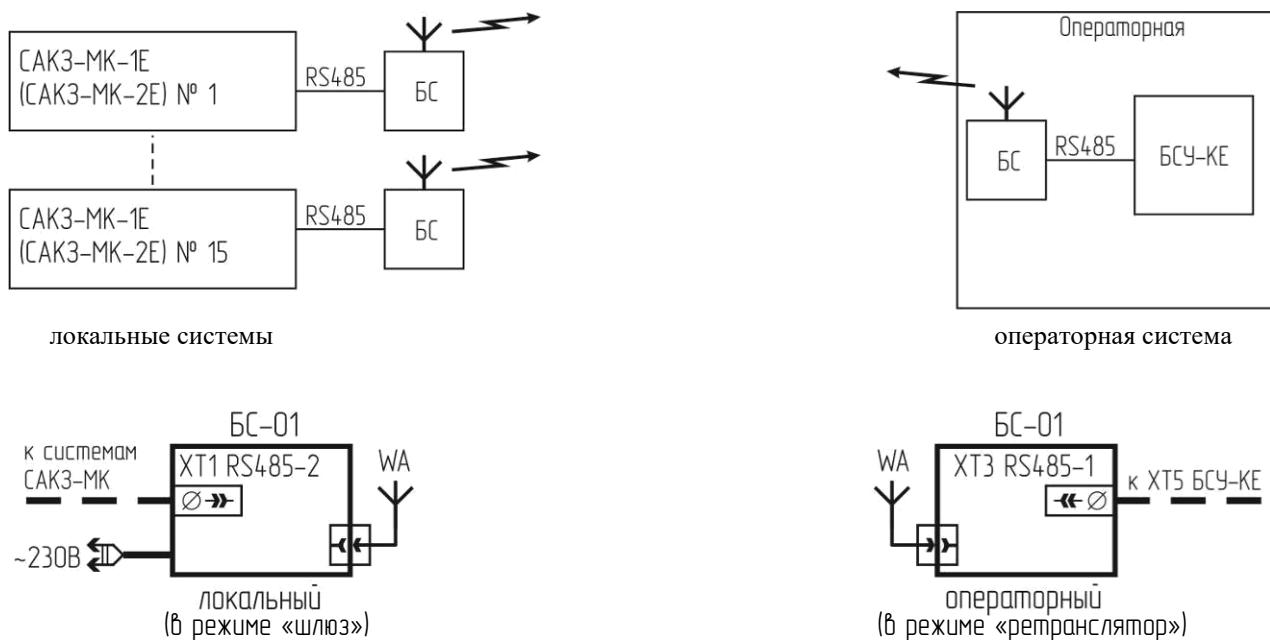

Рисунок 22 – Подключение нескольких систем (САКЗ-МК-1Е, САКЗ-МК-2Е) к БСУ-КЕ по радиоканалу с использованием блоков БС-01.
- п) подключить локальные БС-01 (клеммник XT3 RS485-1) к БСУ-Е «своих» систем по RS485 (см. рисунок 22).